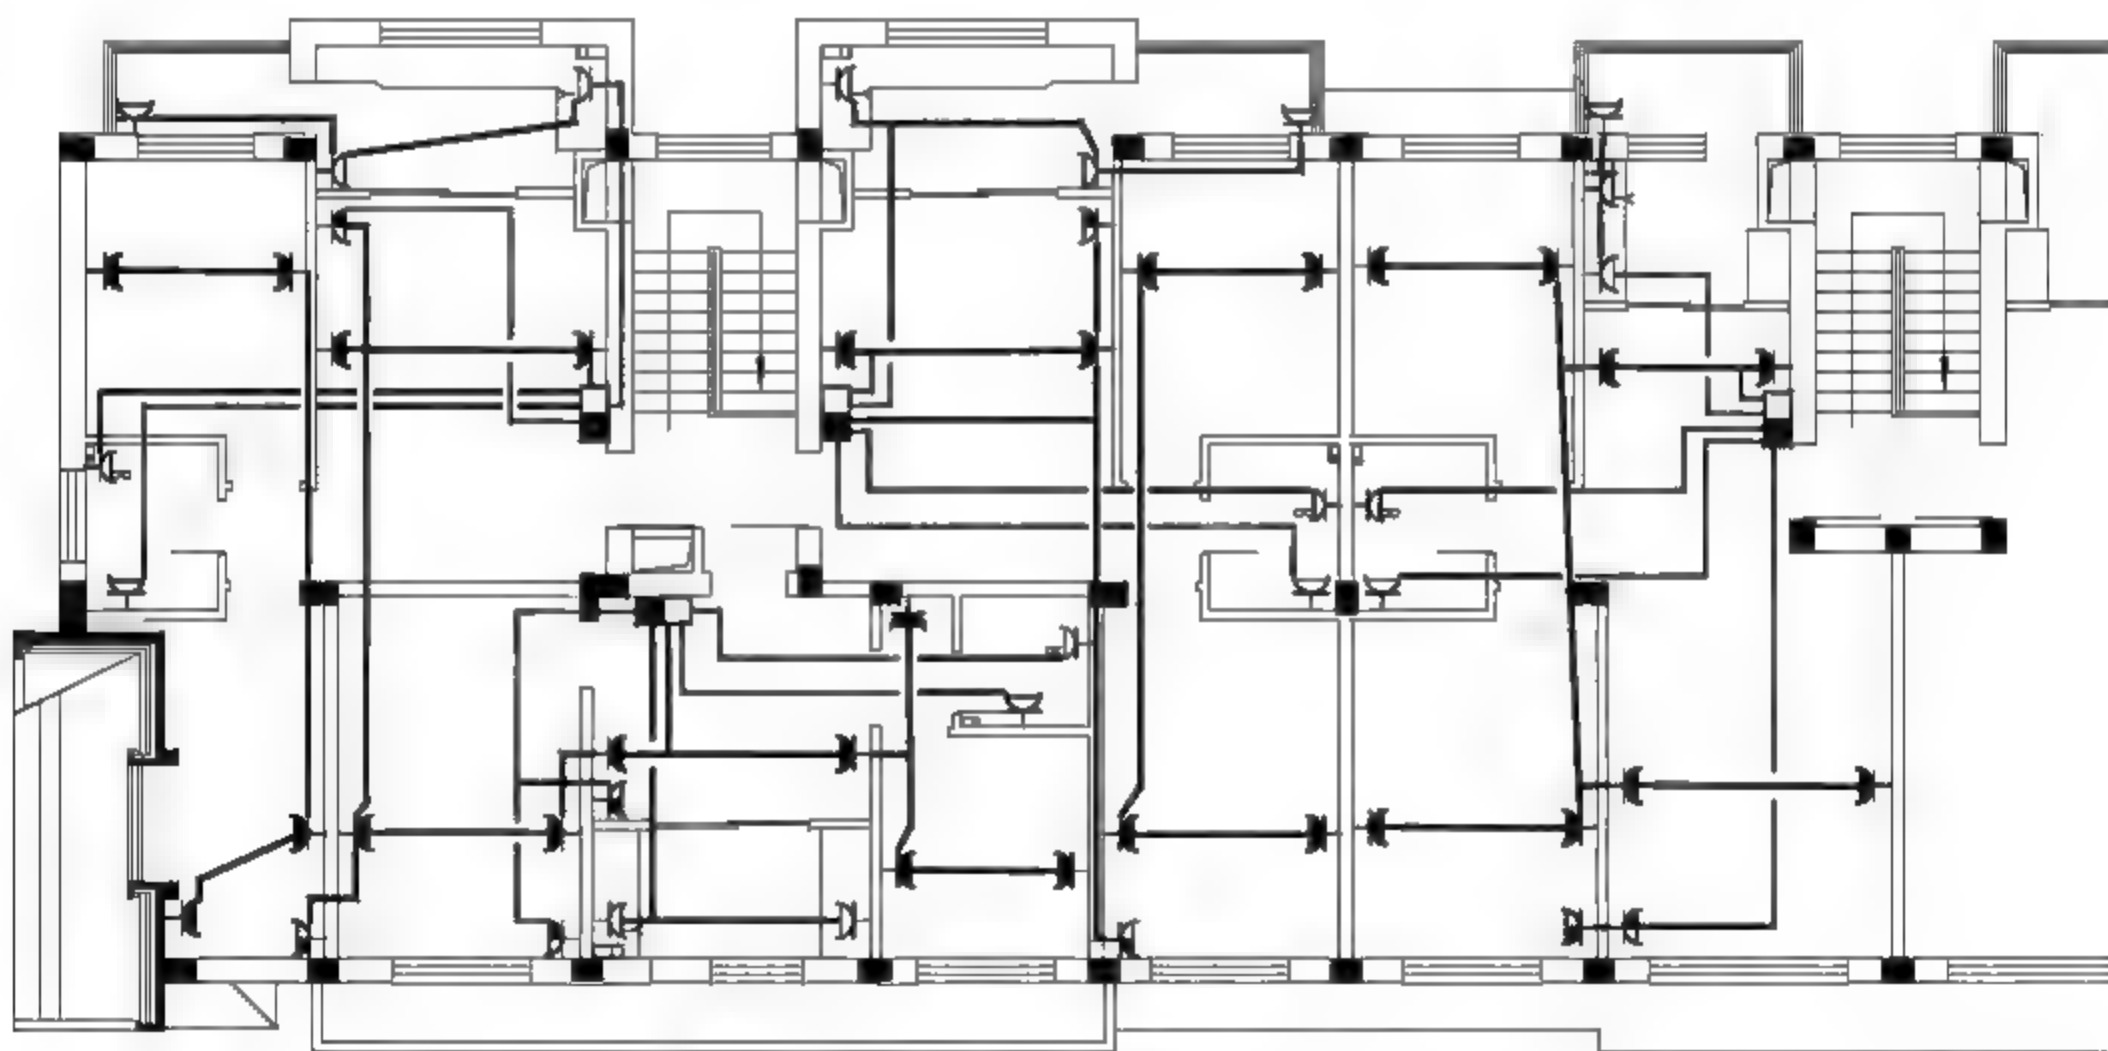

图12-21 绘制结果
**04** 按Enter键，重复调用PL【多段线】命令，绘制插座与开关箱之间的连接线路，结果如图12-21所示。